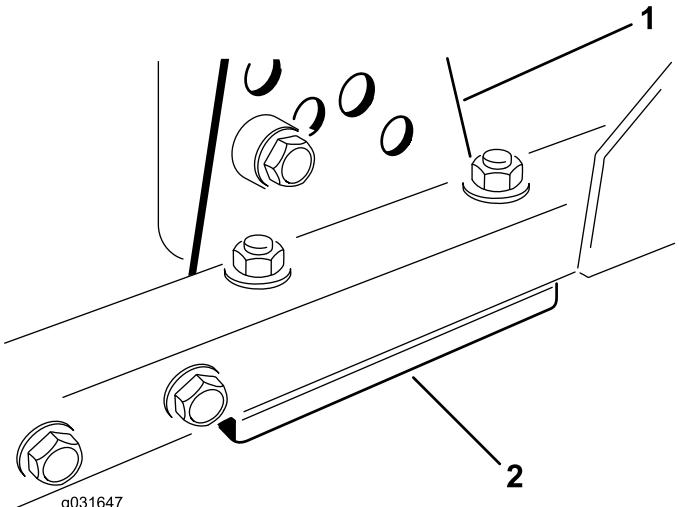

Figura 71
- Togliete la staffa dell'altezza di taglio (anteriore, sinistra o destra) dal telaio del piatto di taglio (Figura 71).
2. Regolate gli spessori di 1,5 mm e/o 0,7 mm fra il telaio del piatto di taglio e la staffa per ottenere l'altezza di taglio desiderata (Figura 71).
3. Montate la staffa dell'altezza di taglio sul telaio del piatto di taglio, lasciando gli spessori rimasti sotto la staffa (Figura 71).